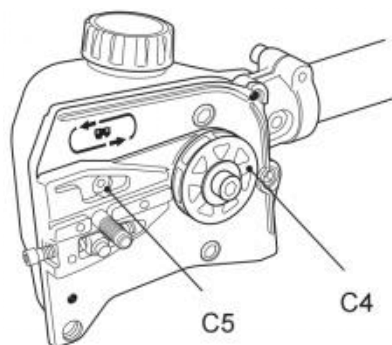

Fig. 70
2. Compruebe que el puerto de lubricación (C5) no esté obstruido y límpielo si es necesario para garantizar una lubricación adecuada de la barra guía y la cadena de la sierra durante el funcionamiento. Utilice un alambre blando lo suficientemente pequeño como para introducirlo en el orificio de descarga de aceite (Fig. 70).